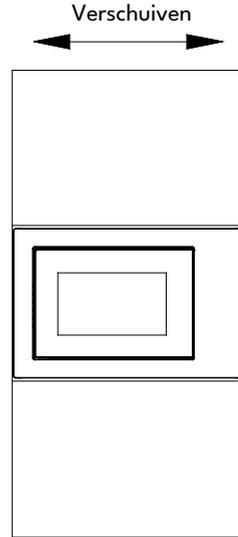

Fig.3
- c) Verplaats het product parallel in de keukenkast volgens de richting van de pijl in de afbeelding, en houd het gecentreerd. (Fig.3)